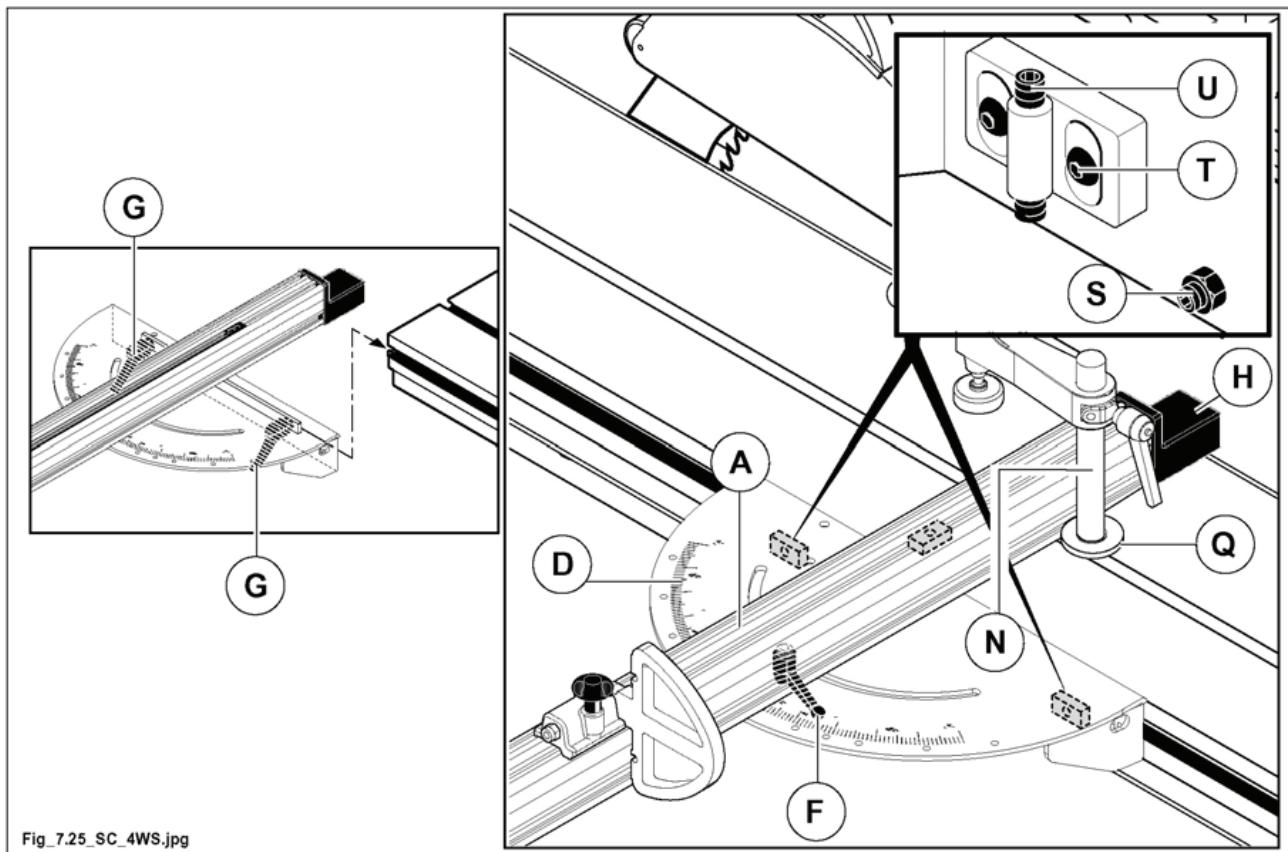

Рис. 7.25
- Разблокировать группу поворотом (против часовой стрелки) колонки (N рис. 7.25);
- Ослабить фиксаторы F (рис. 7.25);
- для угловых резов повернуть группу линейки (A рис. 7.25), сверяясь с показаниями шкалы (D рис. 7.25);
- Закрепить линейку, затянув фиксаторы F (рис. 7.25);
- позиционировать прижим напротив группы и убедиться, что фланец (Q рис. 7.25) вошел в паз;
- заблокировать группу линейки поворотом (по часовой стрелке) колонки (N рис. 7.25).
- ослабить ручки (G рис. 7.25);
- при помощи штифтов (S рис. 7.25) отрегулировать параллельность подвижной каретки;
- ослабить винты (T рис. 7.25) и при помощи штифтов (U рис. 7.25) отрегулировать положение по высоте.
когда защита от стружки (H рис. 7.25) износится, сдвинуть ее, ослабив крепежные винты.